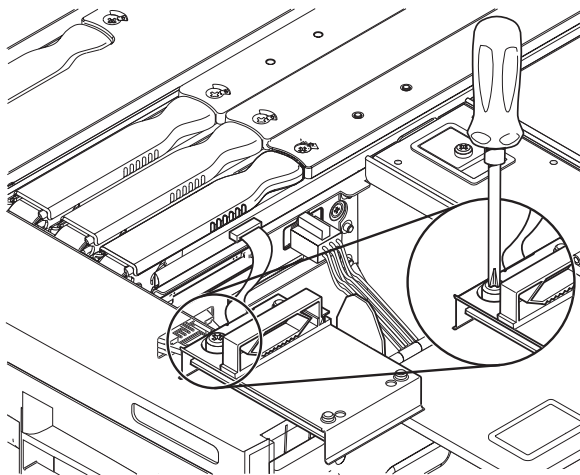

図 6-20 SCC リーダーの脱落防止機構付きねじの緩め方
10. SCC リーダーを固定している脱落防止機構付きねじを緩めます (図 6-20)。
5. 脱落防止機構付きねじを締めます (図 6-20)。